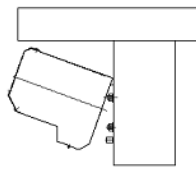

Fig. 3
3. Sujete fuertemente la cortina en la chapa de instalación y compruebe que la instalación es correcta. (Fig. 3, 4)